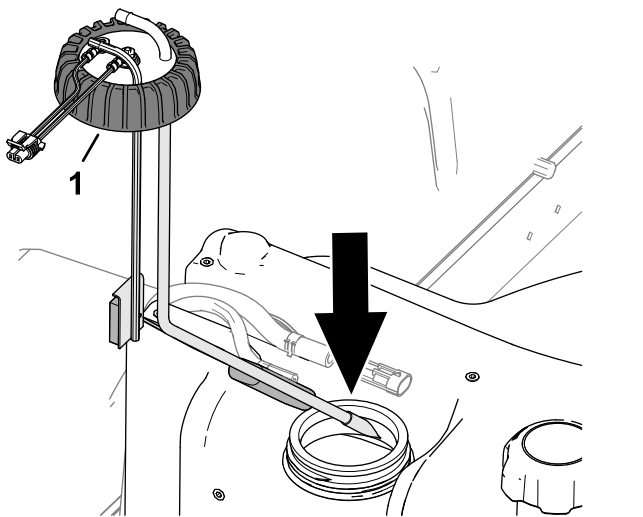

Bild 123
2. Setzen Sie das Kraftstoffaufnahmerohr und den Schwimmer vorsichtig in den Kraftstofftank (**Bild 123**).